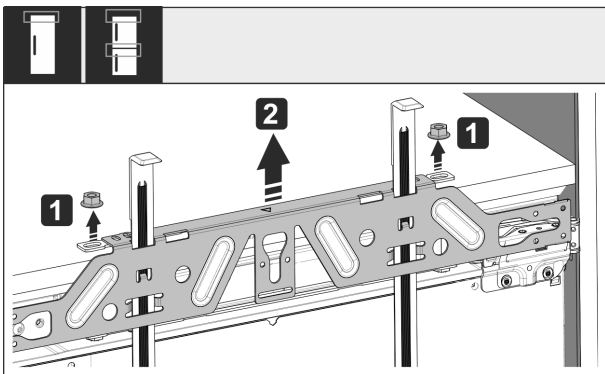

Fig. 54
- Atlaisvinkite antveržles Fig. 54 (1).
- Nuimkite tvirtinimo skersinį Fig. 54 (2).